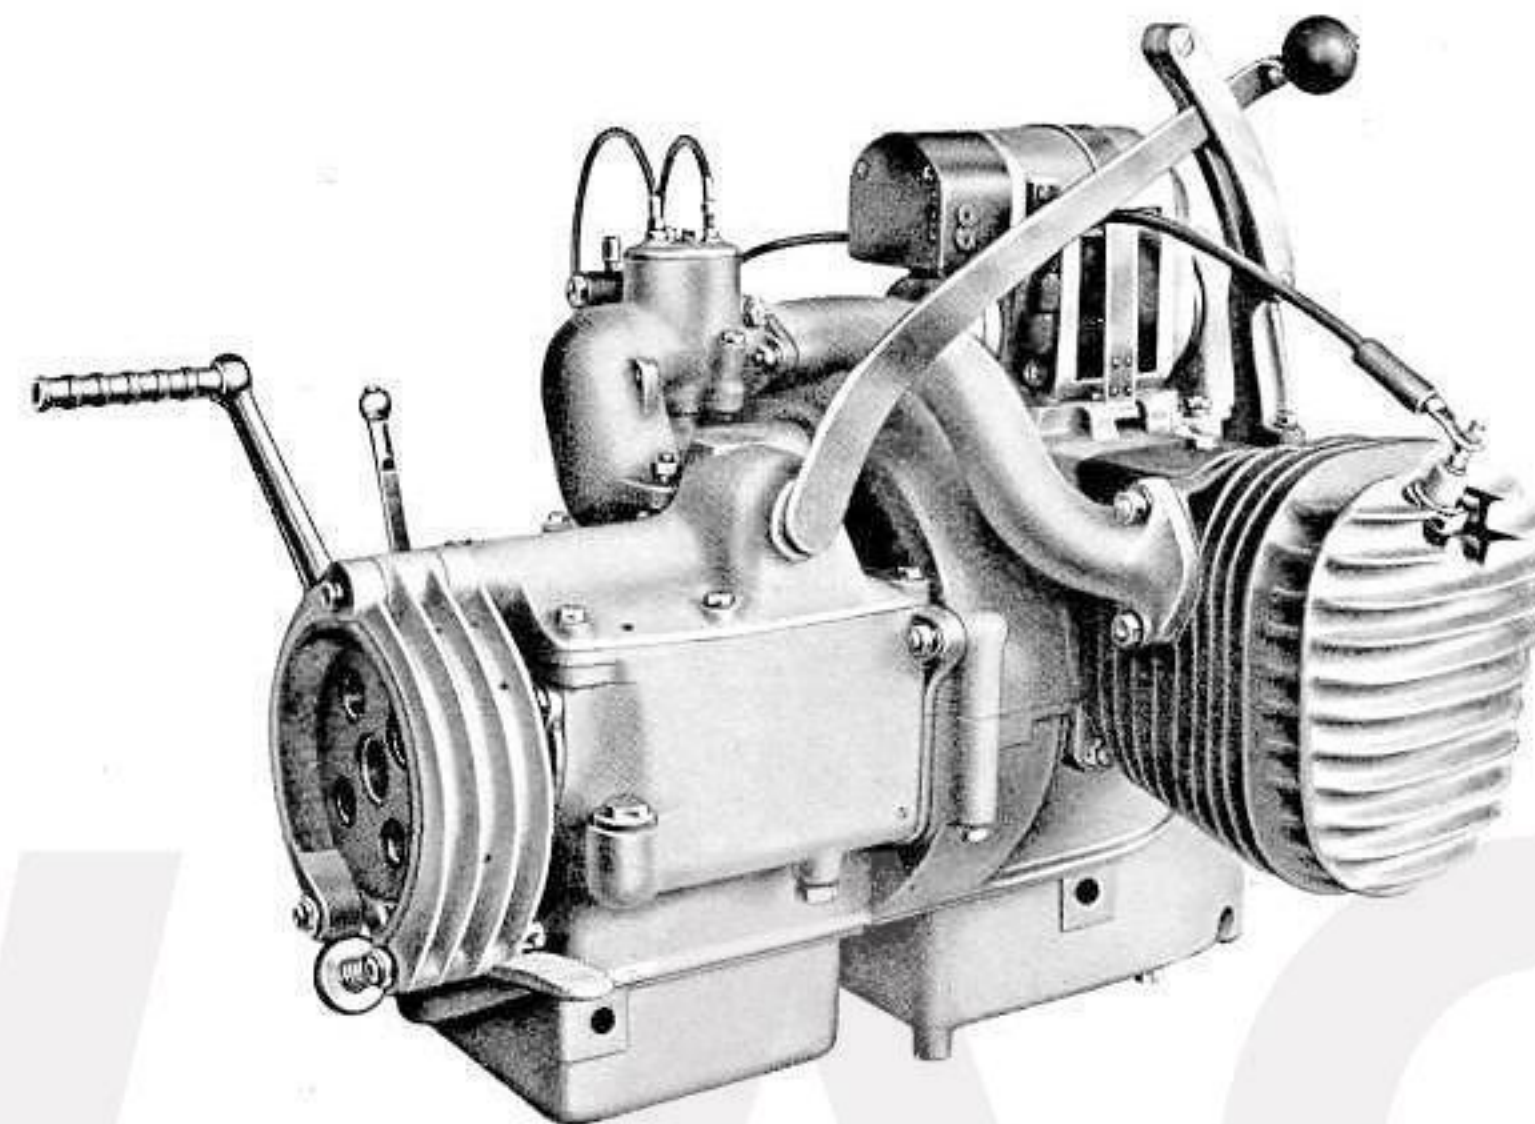

Abb. 4 Motor des Tourenrades
1. Allgemeines: Die bewährte Bauart, Motor mit Kupplung und Getriebe in einem Block zu vereinigen, wurde auch bei diesen Baumustern beibehalten (Abb. 4 und 5). Seine Befestigung erfolgt auf den Untergurten des Pressrahmens mittels durchgehender Verbindungsbolzen, nach deren Lösen der ganze Block abgenommen werden kann. Dies ist aber nur bei vollständiger Überholung erforderlich.